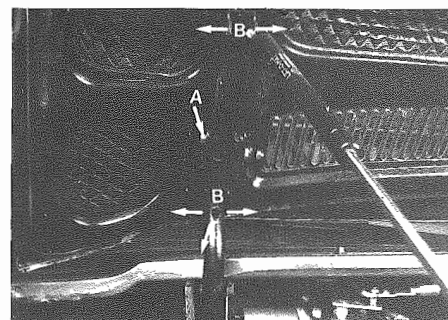

Fig. 1 - A - Vite ribaltamento cofano
Per consentire un miglior accesso al vano motore il cofano può essere ribaltato in posizione verticale allentando ed estraendo le viti A di **Fig. 1**. L'operazione è inoltre indispensabile in caso di estrazione del motore dal vano stesso.
- Allentare le viti di fissaggio sulle cerniere (**Fig. 1**). Smontare con cautela senza appoggiare il cofano sulla vettura.
For an easy access to the engine the bonnet can be opened in vertical position by unscrewing and then removing screws A of **Fig. 1**. This operation is also necessary when the engine has to be removed from the compartment.
- Unscrew hinges fixing screws (**Fig. 1**). With caution remove the bonnet; do not place the bonnet on the car.